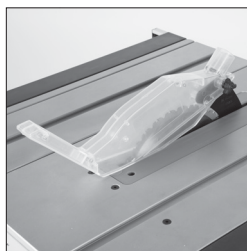

Abb. 17
- Der Fixierstift der Schutzhaube sollte durch das Loch im Spaltkeil gestellt sein, auf der anderen Seite eine Zwischenscheibe und eine Feststellschraube. Die Schutzhaube muss sich leicht nach oben und unten bewegen lassen, deshalb ziehen Sie die Mutter nicht zu fest an. (**Abb. 17**).